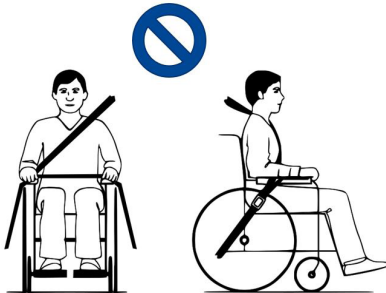

Figura 3
- Asegurarse de que los cinturones no estén torcidos ni lejos del cuerpo como se muestra en la figura 3.